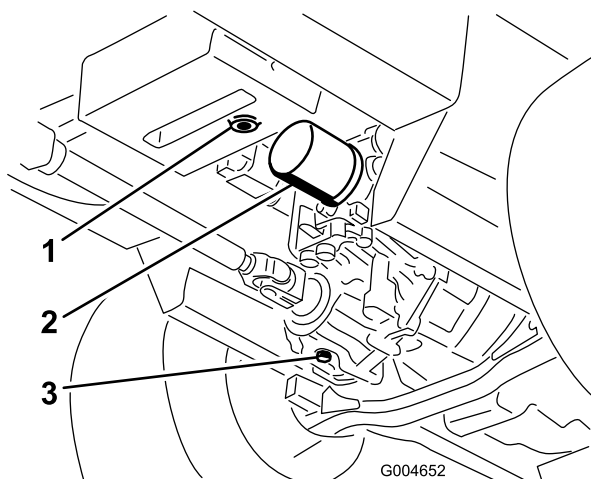

Figure 69
3. Placez un grand bac de vidange sous le réservoir hydraulique et le carter de transmission, et enlevez les bouchons pour vidanger tout le liquide hydraulique (Figure 69).
4. Nettoyez la surface autour du filtre à huile hydraulique et enlevez le filtre (Figure 69).